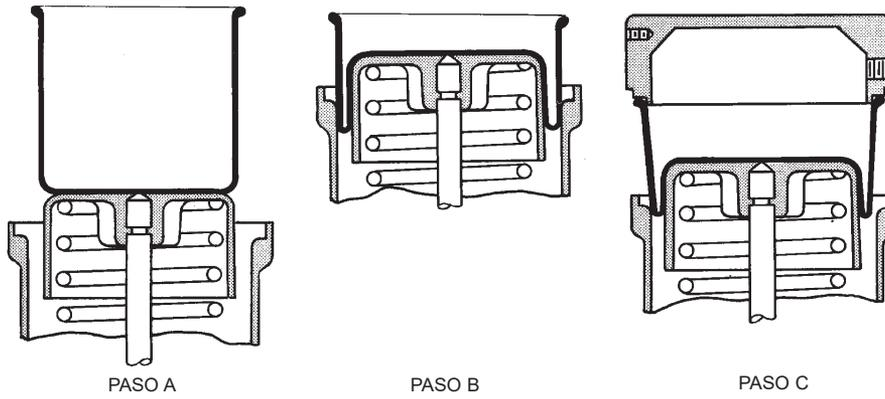

Figura 7 - Método 1
- H-1. La inscripción "Lado del pistón" se encuentra en el diafragma (40). Si se utiliza, aplique cemento a este lado del diafragma.
- I-1. Centre y adhiera el diafragma (40) a la parte superior del pistón (43) (vea la Figura 7-Método 1, Paso A).
- J-1. Enrolle el diafragma (40) dentro del tambor del resorte (38) hasta que el diafragma se enganche parcialmente en el tambor del resorte (consulte la Figura 7-Método 1, Paso B).
**K-1.** Coloque el reborde del diafragma (40) sobre el borde de la caja del diafragma (42) y deslice cuidadosamente la caja del diafragma (42) hacia abajo sobre el pistón (43) hasta que se asiente en el tambor del resorte (38). (Vea la Figura 7-Método 1, Paso C).